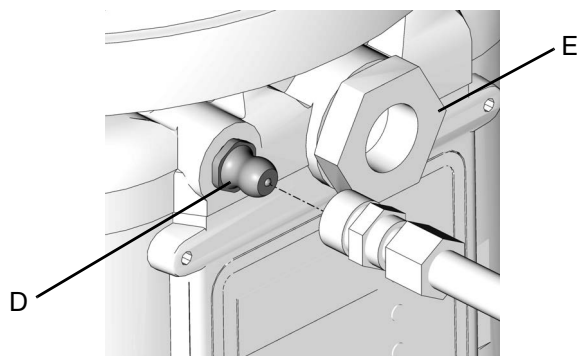

ABB. 23
1. Den Füllschlauch an der Einlassfüllverschraubung (D) anschließen (ABB. 23).
1. Den Füllschlauch an der Einlassverschraubung (D) anschließen (ABB. 23).